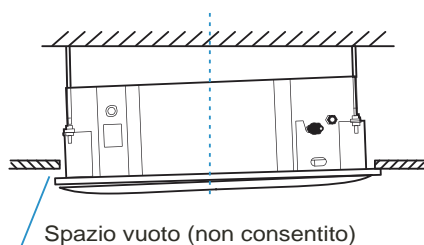

Fig. 3-18
- Fare attenzione a che non siano presenti spazi tra il soffitto e il pannello. Vedi la Fig. 3.18.